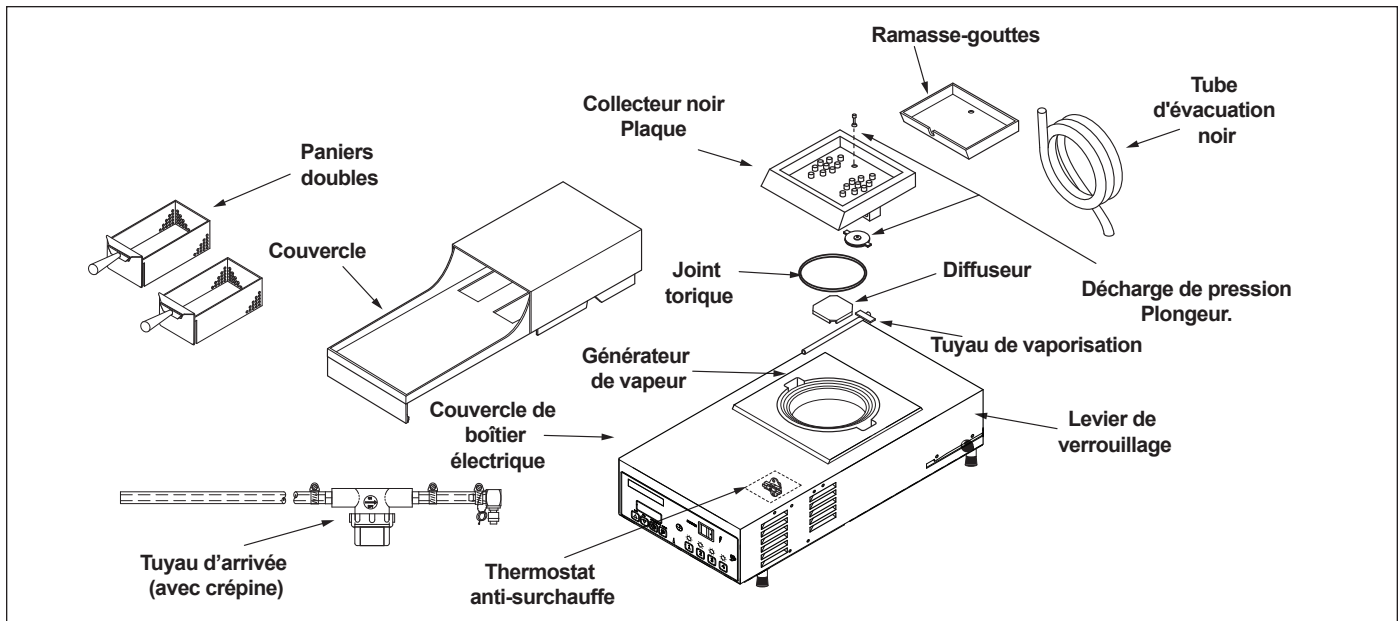

Figure 8. Composants et accessoires du cuiseur à vapeur
Si le générateur surchauffe pour un motif quelconque, le thermostat anti-surchauffe coupe l'alimentation du générateur. Ceci peut être rétabli en arrêtant l'appareil, en débranchant le cordon d'alimentation et en laissant refroidir le l'appareil durant 45 minutes. Enlever les paniers et les boîtiers de panier. Retourner l'appareil et déposer avec soin le boîtier de commande frontal. Puis appuyer sur le bouton de réarmement rouge d'anti-surchauffe (Figure 8). Si le thermostat anti-surchauffe requiert un réarmement continu, contactez votre centre de réparation agréé.
3. Retirez les paniers, le couvercle supérieur et le ramasse-gouttes (Figure 8). Laver à l'eau chaude savonneuse, rincer à l'eau propre et laisser sécher à l'air.
4. Tirer et faire glisser le levier de verrouillage (Figure 8) vers l'arrière, puis enlever avec soin la plaque du collecteur noir. Puis retirer le grand joint torique de la plaque.
3. Après vous être assuré que l'appareil est froid, utilisez une brosse métallique et/ou une raclette pour décoller et retirer l'excès de dépôts calcaires de la surface du générateur (Figure 8). Essuyez l'appareil avec un tissu propre et humide. Remontez l'appareil.
4. En portant des lunettes et des gants de protection, versez de la solution détartrante (non fournie) sur la surface du générateur (Figure 8). Suivez scrupuleusement les recommandations du fabricant du détartrant en matière de mélange et d'utilisation.